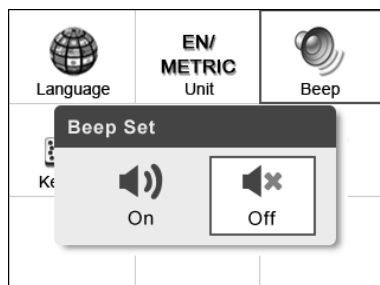

Figura 3.5
- 2) Desde el menú de **Configuración de Bip**, use el botón de desplazamiento **IZQUIERDO/DERECHO** para seleccionar ENCENDIDO o APAGADO para encender/apagar el bip. (Figura 3.5)